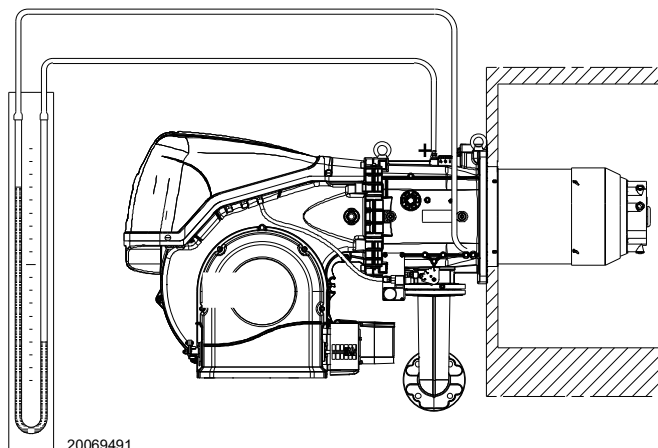

Abb. 22
- Ein U-Rohr-Manometer oder einen Differenzdruckmesser (Abb. 22) mit Anschluss (+) am Gasdruck der Muffe und (-) in der Brennkammer montieren. Hiermit wird die ungefähre MAX.-Leistung des Brenners anhand der Tab. L ermittelt.
Das U-Rohr-Manometer (Abb. 22) zeigt den Gaseintritt an der Muffe an.